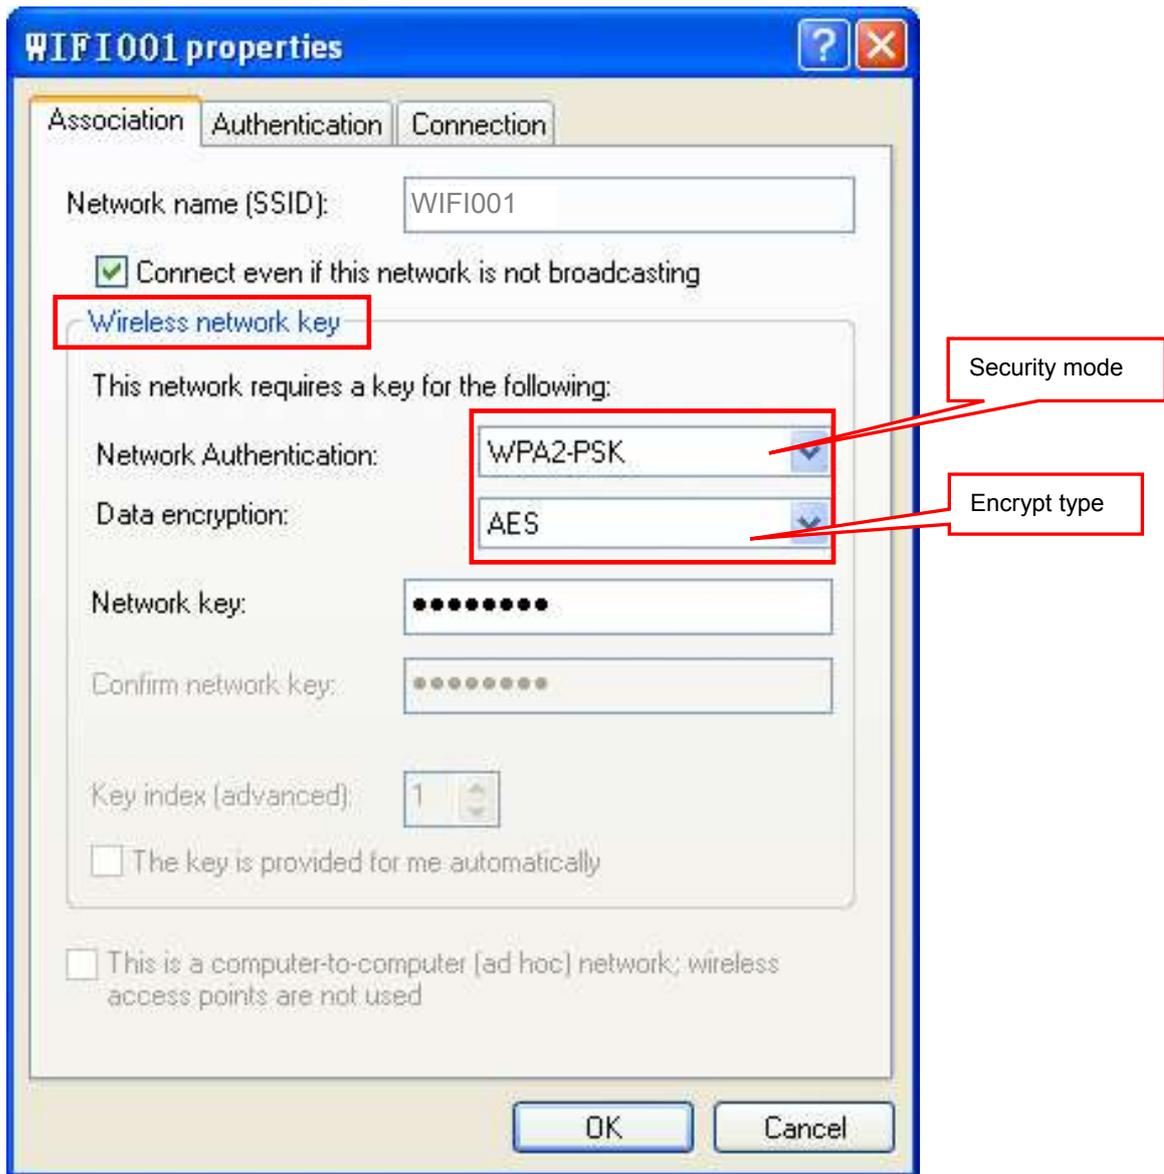

Figura 12
- ⑤ When Cuando la ventana "propiedades" aparezca, encuentre el modo de seguridad y encriptación en "Clave de red inalámbrica" (Figura 12).